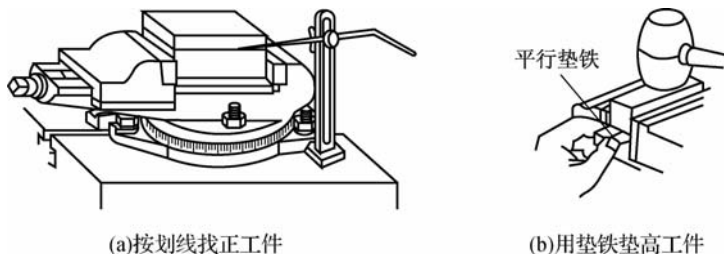

图 7-10 在平口钳上夹持工件
平口钳又称为机用虎钳,钳体可绕底盘回转一定角度。为了便于校正固定钳口的位置,在其底座上装有两个定位键。若将定位键嵌入铣床工作台 T 形槽内,固定钳口与工作台纵向进给方向平行。若将钳体转 90° ,则固定钳口与纵向进给方向垂直。如底盘刻度不在零位和 90° 位置,应将固定钳口校正并紧固,然后再装夹工件,如图 7-10 所示。
- (1) 装夹工件时必须将工件基准面贴紧固定钳口,并按线校正,如图 7-10(a) 所示。
- (2) 工件被加工面必须高出钳口,否则要用平行垫铁垫起工件并与垫铁贴实校正,如图 7-10(b) 所示。
- (3) 夹持毛坯时,在毛坯和钳口之间应垫上铜皮,以免损坏钳口。
- (4) 工件应夹紧牢靠,以免在切削力作用下移动。